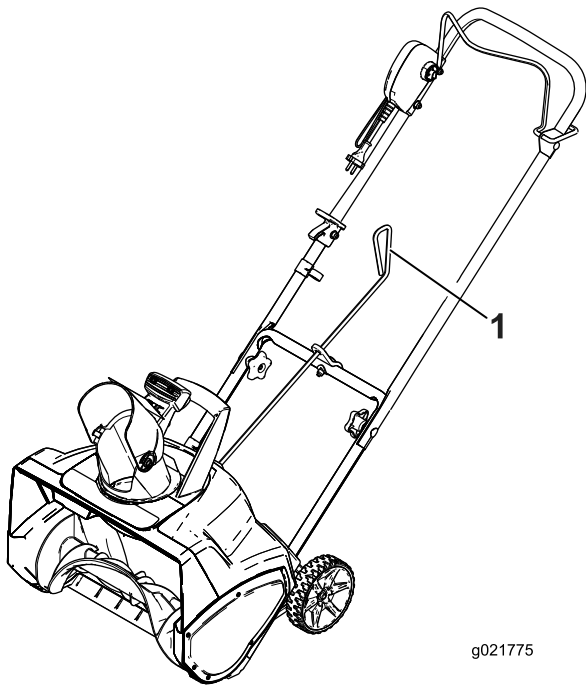
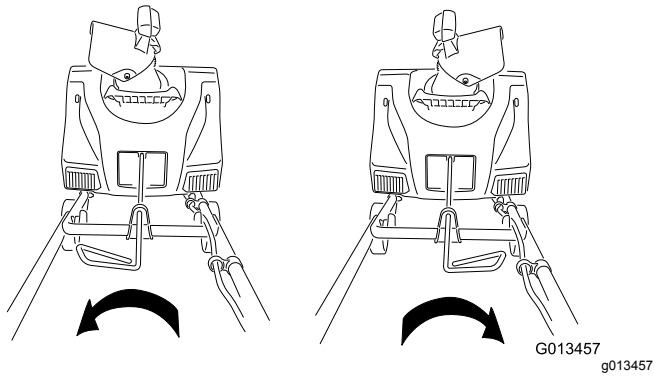

Figura 6
Figura 7
4. Asegúrese de que la palanca de la varilla de control del conducto está orientada hacia arriba (**Figura 6**), e inserte la varilla en el orificio en forma de bocallave de la parte trasera de la carcasa.
6. Mueva la palanca de la varilla de control del conducto para comprobar que se desplaza en la misma dirección que el conducto (Figura 7).
Para ajustar el conducto de descarga, mueva la palanca de la varilla de control en la dirección en la que desea dirigir la corriente de nieve (Figura 6 y Figura 7).